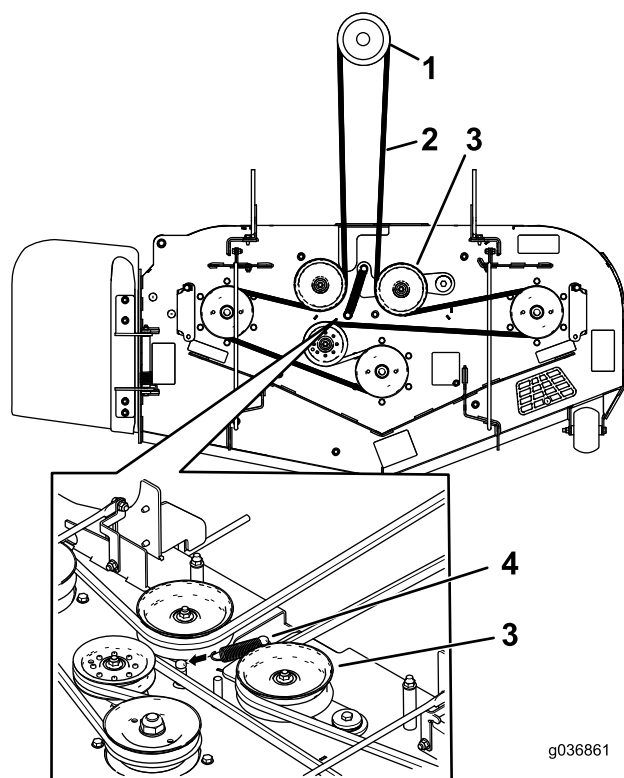

Figura 75
7. Pase la correa nueva alrededor de las poleas del cortacésped y de la polea del embrague, debajo del motor (Figura 75).
8. Instale el muelle tensor (Figura 75).